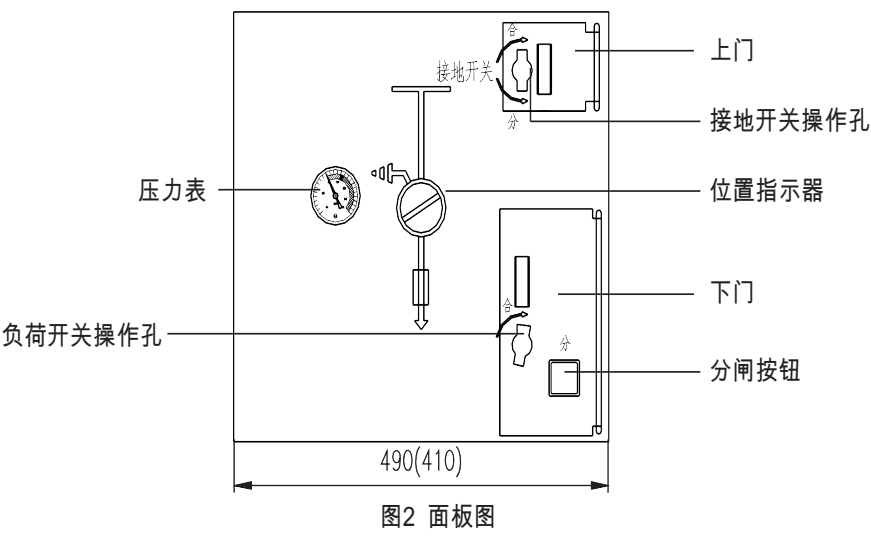

图2 面板图
5.4 机构箱正面设有气体压力表和位置指示，压力表用于监视SF6气体压力变化。位置指示装置直接与动触头传动轴联接，指示动触头的工作位置可靠。(见图2)
7.1.1 负荷开关操作：用专用操作手柄在开关正面操作，机构的正面有上下两个操作孔，上部为接地开关操作孔，下部为负荷开关操作孔(见图2)。